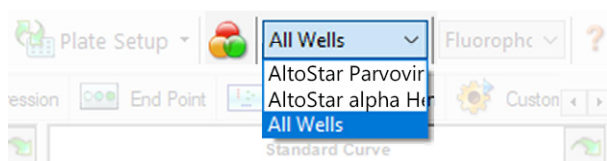

Figura 4: Pulsante Well Group (Gruppo pozzetto) e menu a discesa Well Group (Gruppo pozzetto)
Nella finestra Data Analysis (Analisi dei dati) assicurarsi di selezionare il **Well Group** (Gruppo pozzetto) del kit AltoStar® Parvovirus B19 PCR Kit 1.5. Quindi, fare clic sul menu a discesa **Well Group** (Gruppo pozzetto) vicino al pulsante **Well Group** (Gruppo pozzetto) (vedere figura 4) della barra degli strumenti. Non usare il **Well Group** (Gruppo pozzetto) “All Wells” (“Tutti i pozzetti”). La selezione nella figura 4 è riportata unicamente a titolo di esempio generico.
1. Nella finestra Data Analysis (Analisi dei dati) assicurarsi di selezionare il **Well Group** (Gruppo pozzetto) del kit AltoStar® Parvovirus B19 PCR Kit 1.5. Quindi, fare clic sul menu a discesa **Well Group** (Gruppo pozzetto) vicino al pulsante **Well Group** (Gruppo pozzetto) (vedere figura 4) della barra degli strumenti.